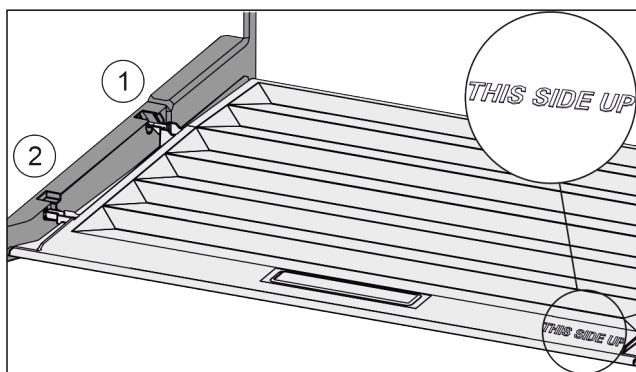

Fig. 76
- ▶ Výstupky víka zaveďte do zadních držáků Fig. 76 (1) a vpředu zaklesněte do držáku Fig. 76 (2).